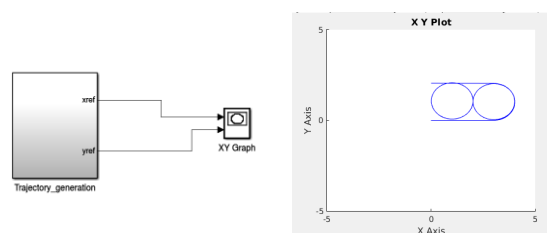

Figura 12. Trayectoria generada por el sistema "Trajectory\_generation" de prácticas anteriores.
- e) La trayectoria generada se corresponderá con la mostrada en la Figura 12.